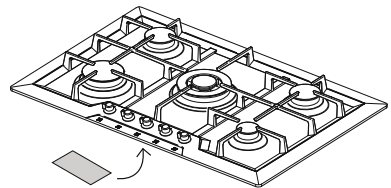

Fig. 1: Posicionamento da placa de identificação
**A placa de identificação**, com os dados técnicos, número de inscrição e a marcação, **está visivelmente posicionada embaixo do cárter** (Fig. 1).